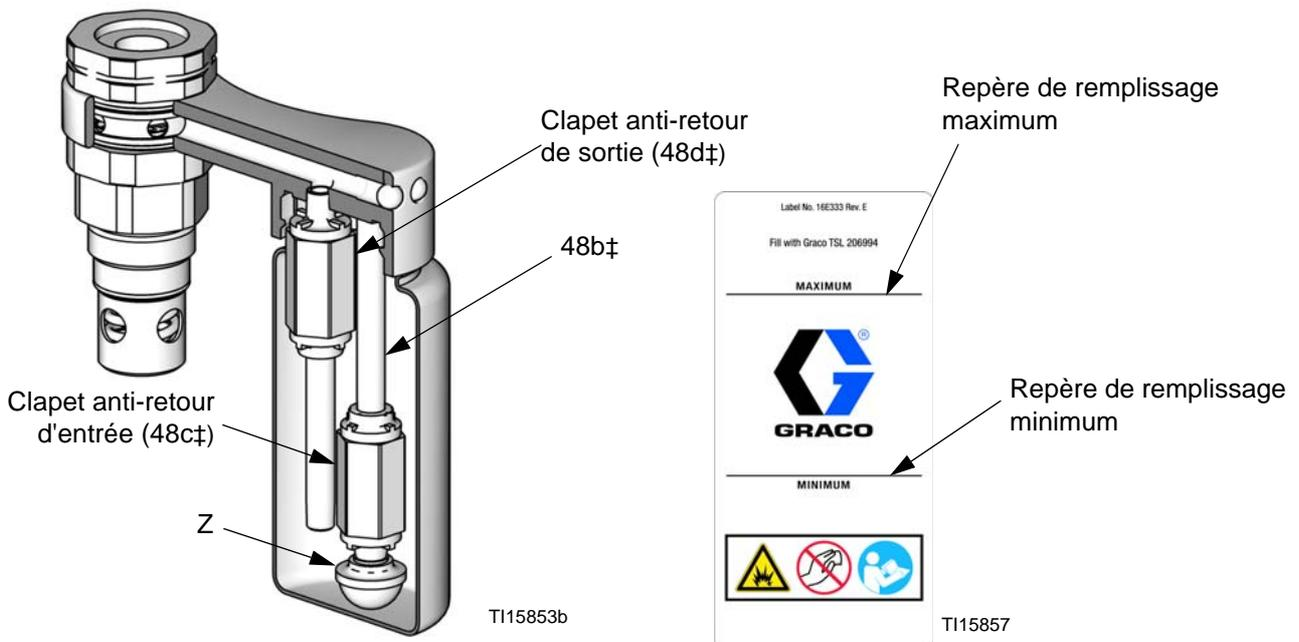

FIG. 1. Écorché du réservoir à TSL et repères de remplissage
3. Nettoyez la crépine (Z) du clapet anti-retour d'entrée (48c‡). Si les clapets anti-retour ne sont pas étanches et sales, du TSL pénètre dans la coupelle ; remplacez les clapets anti-retour (48c, 48d). Consultez la FIG. 1.
REMARQUE : commandez le kit 24F404 de réparation du clapet anti-retour pour remplacer les clapets anti-retour dans la bouteille de TSL. Les pièces du kit portent un symbole comme, par exemple, (48b†). Commandez le kit 24F405 de remplacement de bouteille si vous ne remplacez que la bouteille. Les pièces du kit portent un symbole comme, par exemple, (48e*). Le kit comprend 5 bouteilles et 5 étiquettes. Consultez la FIG. 1, la FIG. 4 et la FIG. 5.